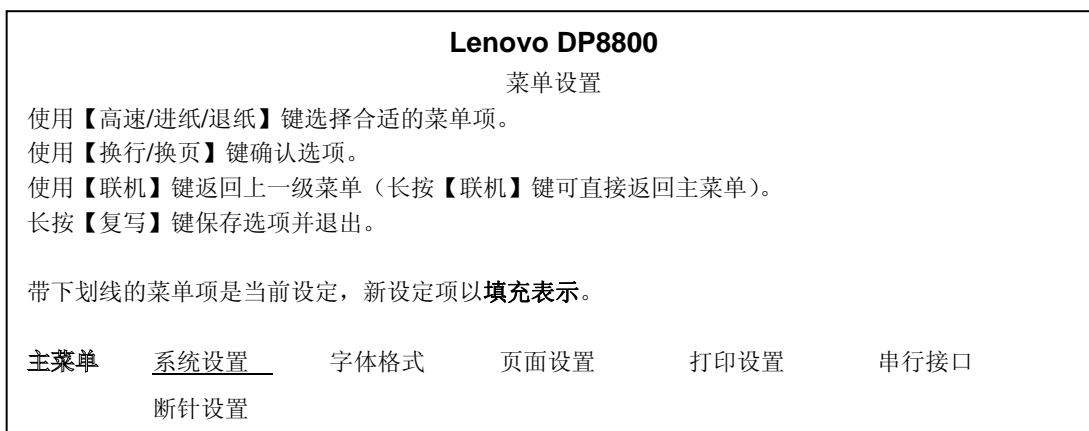

图 4-4 进入菜单设置系统的打印示例
- 首先打印出标题和第一个菜单 (如图 4-4 所示)。带下划线的选项是当前的默认选项。打印头就停留在当前默认选项下方。